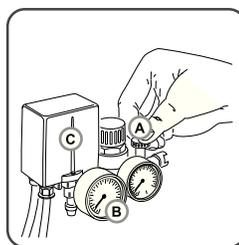

Рис. 5
**Внимание!** При первом запуске компрессора, оставить его поработать примерно на 10 минут с полностью открытым краном **А** выпуска воздуха (Рис. 5).
По истечении этого времени,, закрыть кран **А** и проверить, чтобы компрессор нагнетал воздух в ресивер и останавливался автоматически по достижении максимального давления, указанного на табличке компрессора, а также на индикаторе манометра **В** (Рис. 5).
В данный момент Вы можете убедиться в простоте принципа работы компрессора. Работает он полностью автоматически при помощи регулятора давления **С** (Рис. 5), останавливающего мотор по достижении максимального